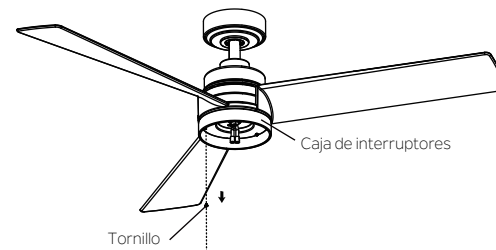

Fig. 19
Paso 1. Retire uno de los tres tornillos preinstalados en el borde externo de la caja de interruptores y guarde estas piezas para uso posterior Afloje los otros dos (no los retire). (Fig. 19)